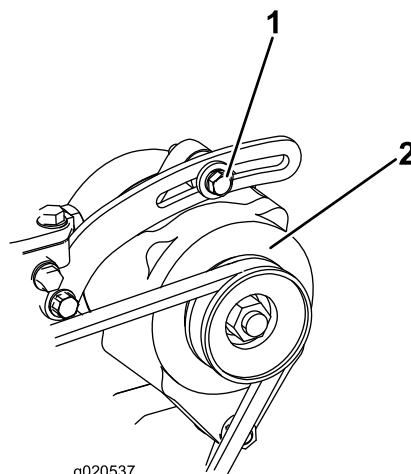

Figura 99
1. Si la desviación no es de 10 mm, afloje los pernos de montaje del alternador (Figura 99).